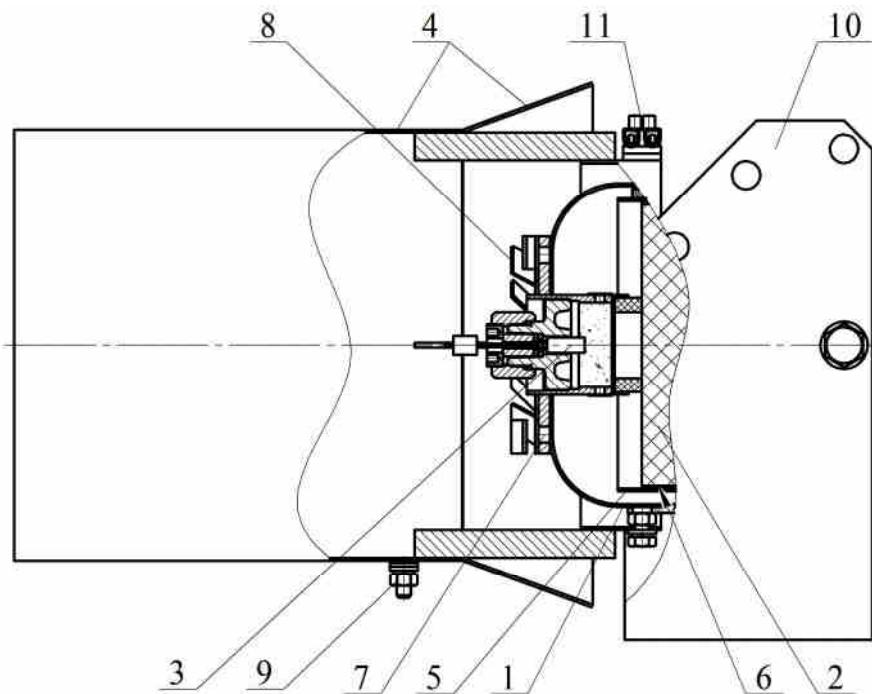
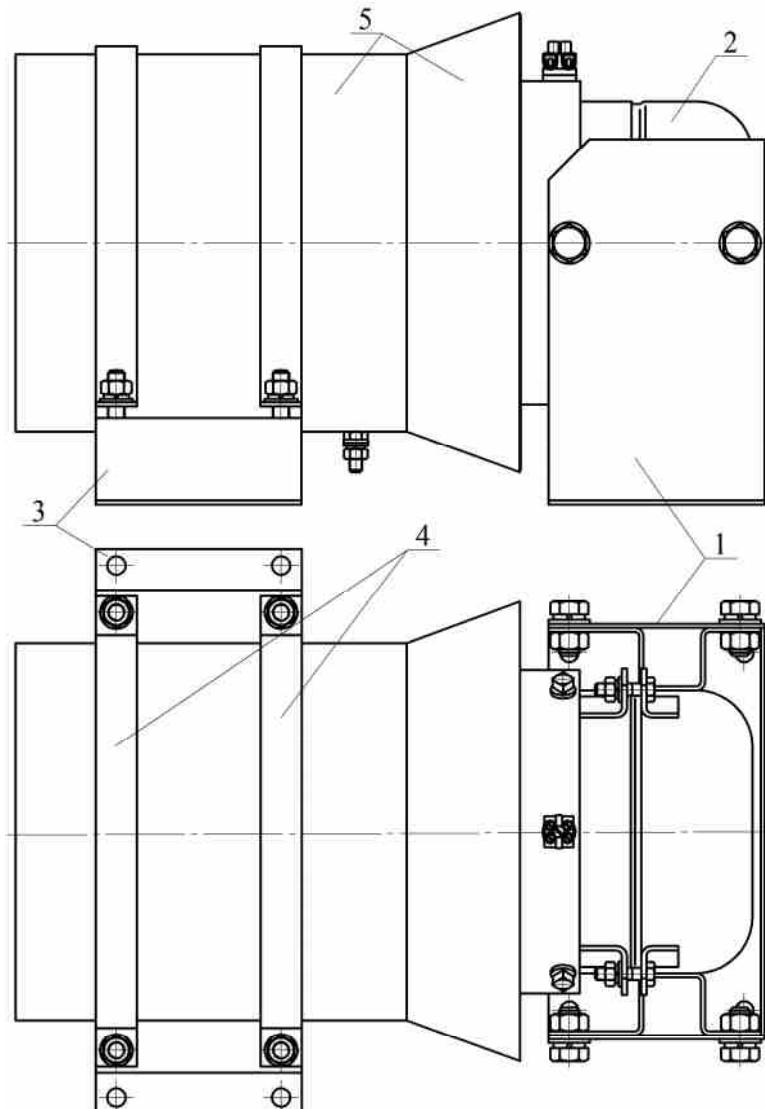

Рисунок 1
Рисунок 2
4.1.1 ГОА (см. рисунок 1) состоит из корпуса 1, в котором размещены аэрозолеобразующий заряд 2 с элементом электропусковым 3, и эжектора 4.
4.2.1 ГОА 1 (см. рисунок 2) конструктивно практически не отличается от генератора по рисунку 1 за исключением кронштейнов для его крепления к несущей поверхности. ГОА снабжен кронштейном 1, предназначенным для крепления корпуса 2, и кронштейном 3, к которому при помощи 2-х хомутов 4 поджат эжектор 5. Для компенсации воздействия вибрации на корпус и эжектор генератора контактная с несущей поверхностью, предназначеннной для крепления ГОА, нижняя плоскость опоры кронштейна 1 и контактные с эжектором поверхности кронштейна 3 и хомутов 4 оснащены резиновыми прокладками.
4.4.1 После подачи электрического импульса на выводы элемента электропускового 3 (см. рисунок 1) инициируется аэрозолеобразующий заряд 2. Огнетушащий аэрозоль через сопловые отверстия 7 и эжектор 4 поступает в зону горения, в которой благодаря очень малому размеру частиц длительное время находится во взвешенном состоянии, сохраняя свою огнетушащую и флегматизирующую способность.
6.2 Закрепить кронштейн **10** (см. рисунок 1) или кронштейны **1, 3** (см. рисунок 2) на стене, потолке, полу или иной несущей плоскости, расположенной под любым углом относительно поверхности пола. Координаты отверстий для крепления ГОА, предназначенного для эксплуатации на стационарных объектах, показаны на рисунке 3, для крепления ГОА, предназначенного для эксплуатации на транспортных средствах – на рисунке 4.
6.3 Соединить корпус ГОА **1** (см. рисунок 1) с эжектором **4** и закрепить соединение болтами M6.
6.4 ГОА, предназначенный для эксплуатации на стационарных объектах, выставить в кронштейне **10** (см. рисунок 1) под заданным углом, определенным направлением оси эжектора к защищаемому объекту, и закрепить соединение болтами M10. ГОА, предназначенный для эксплуатации на транспортных средствах, установить в кронштейн **1** (см. рисунок 2) и закрепить соединение болтами M10, в кронштейне **3** при помощи хомутов **4** дополнительно закрепить эжектор. Ориентация ГОА в защищаемом объеме может быть любой.